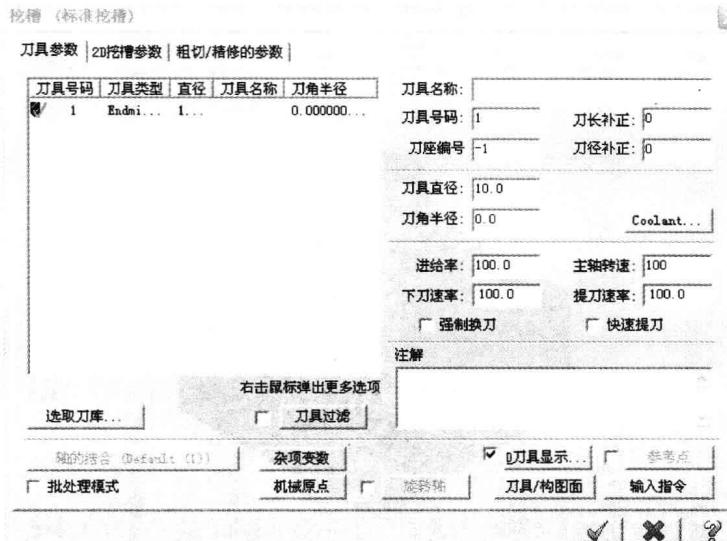
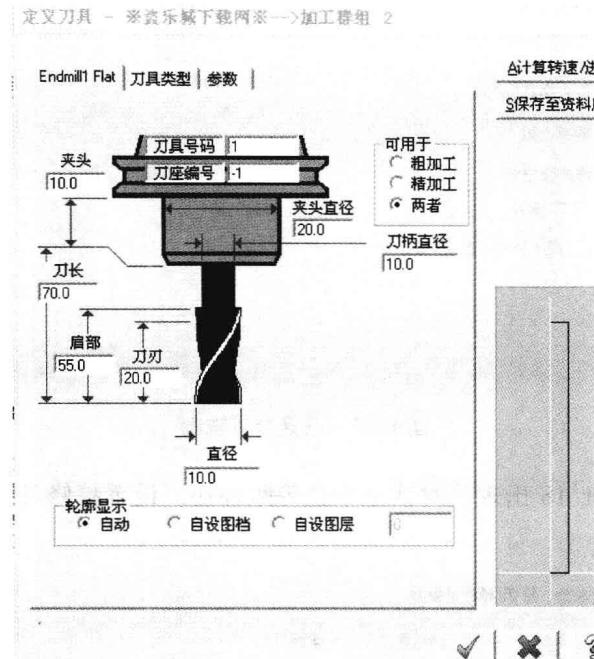

图 1.14 挖槽参数设置
图 1.15 刀具设置对话框
(5) 在出现的对话框如图 1.14 所示中空白处右击鼠标，出现如图 1.15 所示刀具设置对话框。按照图中设置刀具参数，回车。然后在图 1.14 中设置好各个速率，回车。